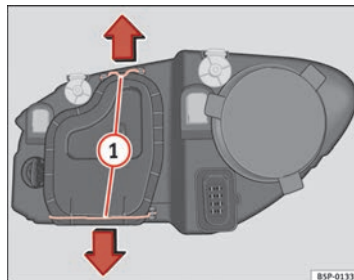

Fig. 188 Luz de cruce
- Desplace los tirantes ⇒ fig. 188 ① en el sentido de la flecha y saque la tapa.